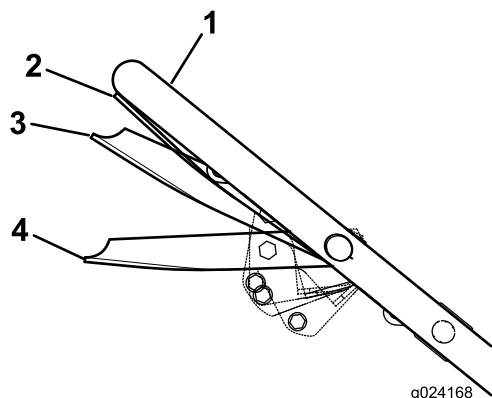

Figure 15
4. Maintenez la barre de commande de la lame à la position Marche/changement à environ 2,5 cm (1 po) sous le guidon (**Figure 15**).